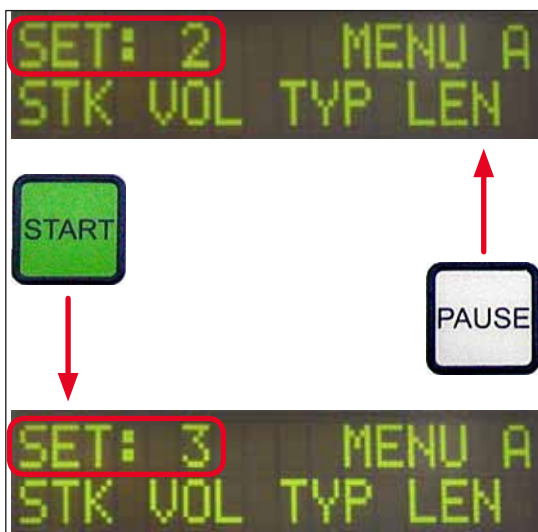

Fig. 39
① Nell'apparecchio esistono complessivamente quattro programmi (da SET 1 a SET 4) che possono essere memorizzati con diverse impostazioni di parametri.
- Premendo il pulsante **PAUSE** (Pausa) viene richiamato il programma successivo, di livello inferiore (→ Fig. 39).